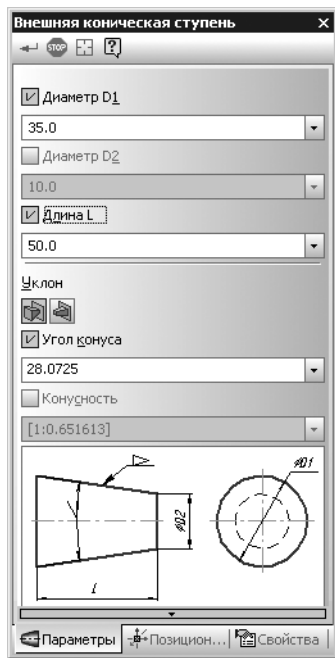

Рис. 11.6.
1. Раскройте на панели свойств **Внешняя коническая ступень** вкладку **Параметры** (рис. 11.6).